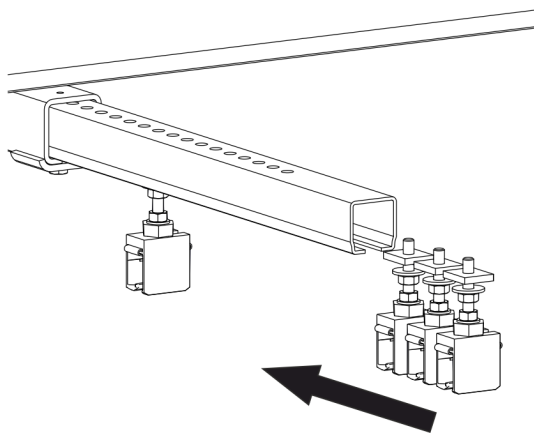

Abb. 54: Die nächsten Schienenhalter in den Spannarm schieben
- Die nächsten Schienenhalter in den Spannarm/die C-Schiene schieben (siehe Abb. 54).